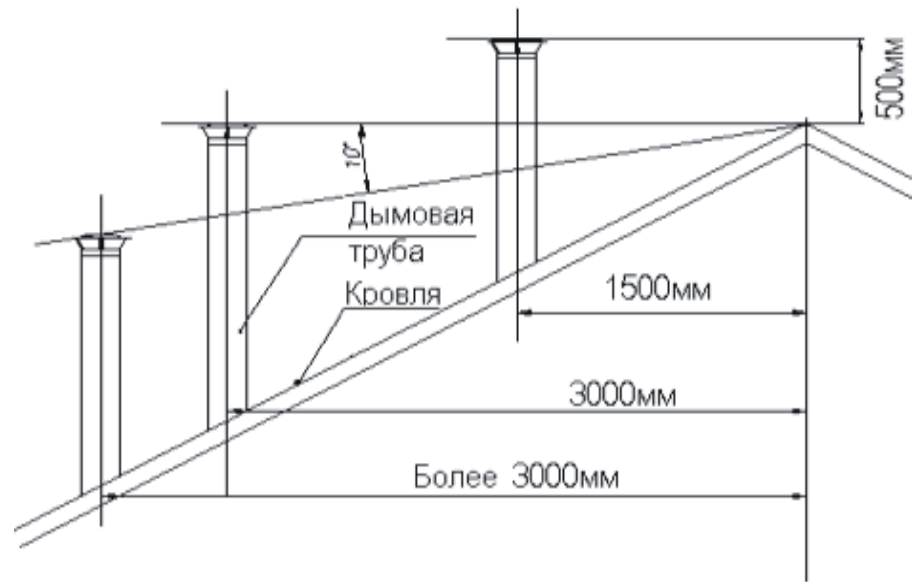

Рис.2. Определение высоты наружной части дымовой трубы
6.8. Возвышение дымовых труб над кровлей следует принимать (см. рис. 2):
7.15. В соответствии с вышеперечисленными требованиями к дымоотводящим каналам и (рис.2) настоящего руководства, определить высоту дымовой трубы, гарантирующую стабильность тяги. Закончить сборку, установив последний «сэндвич», а на него - зонт-оголовок или дефлектор.